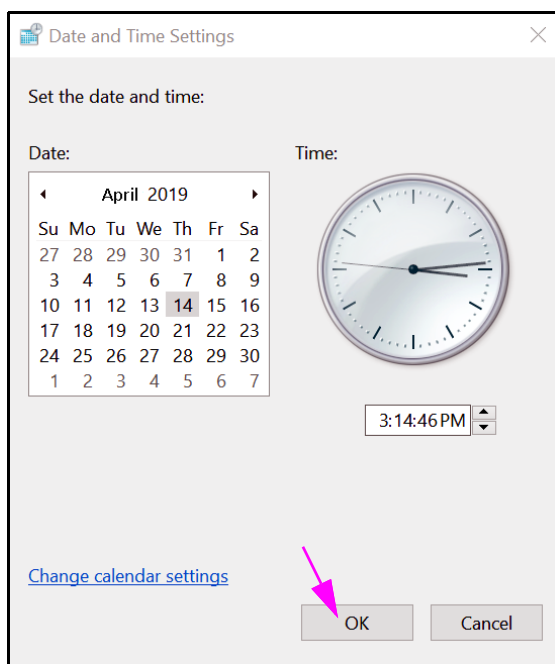

图 2-35. Date and Time Settings（日期和时间设置）对话框
2. 单击 **Change Date and Time...**（更改日期和时间...）按钮。出现 **Date and Time Settings**（日期和时间设置）对话框。参见图 2-35。